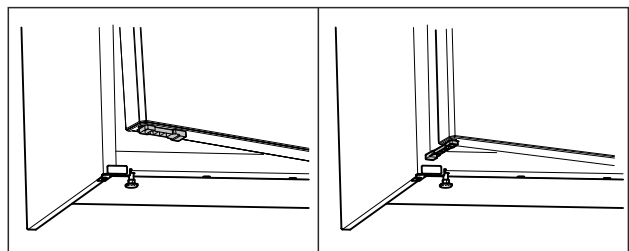

Fig. 63 *
- ▶ Faire tourner le limiteur d'ouverture de porte à 90°. (voir Fig. 63) *